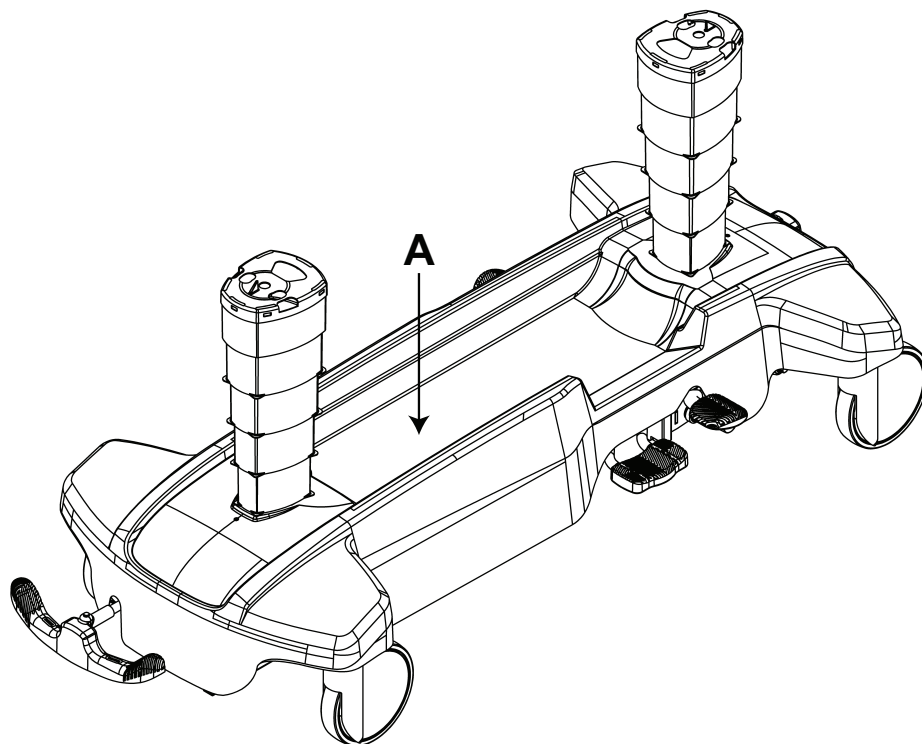

**Figura 11 – Area di stivaggio nella copertura del carrello**
Gli effetti personali del paziente possono essere stivati nella copertura del carrello (A) (Figura 11).